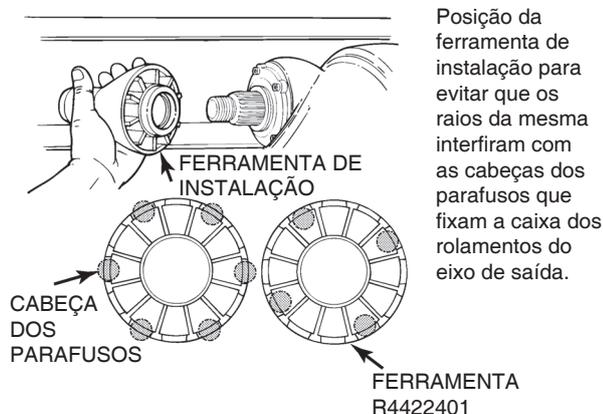

Figura 5.95
6. Posicione a ferramenta de instalação e o vedador. Figura 5.95.